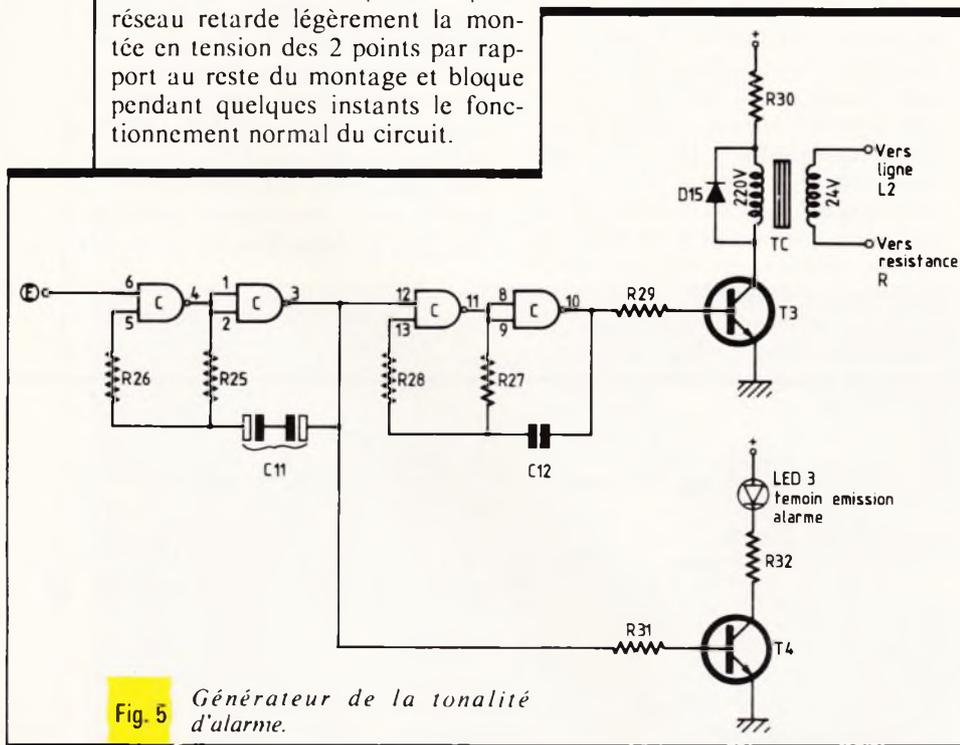

Fig. 5 Générateur de la tonalité d'alarme.
- à la figure 5, le générateur de la tonalité d'alarme ;